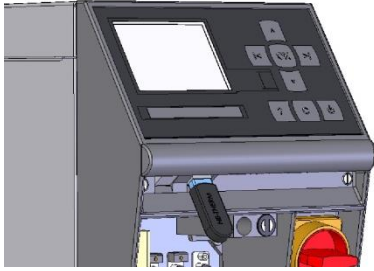

Abb. 73: USB-Datenträger anschliessen
2. USB-Datenträger anschliessen (Abb. 73).